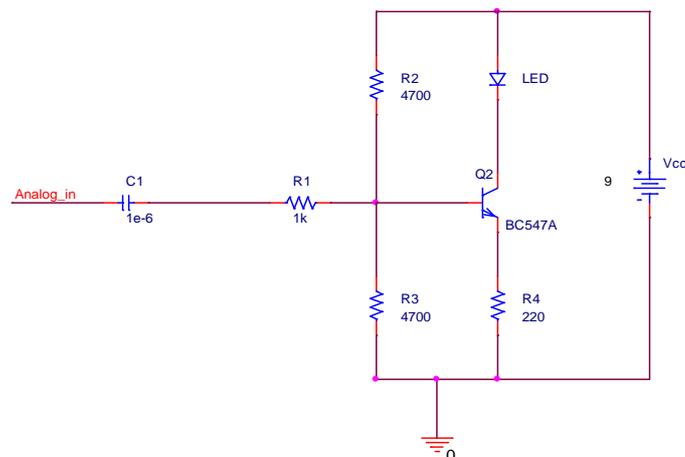
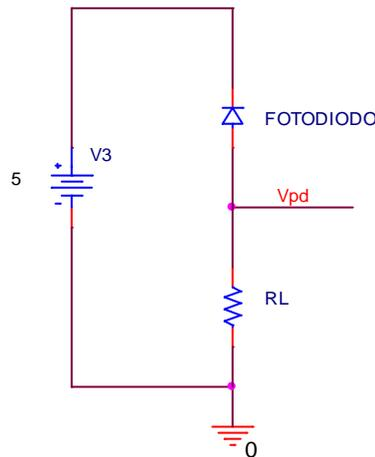

Figura 1.- Circuito emisor con el LED IF-E96
Figura 2.- Esquema del receptor con el fotodiodo IF-D91
NOTA IMPORTANTE: tanto el circuito emisor dado por la Figura 1 como el circuito receptor dado por la Figura 2 serán igualmente utilizados en la Práctica 3 de esta asignatura. Por tanto, se recomienda que dichos circuitos no los desmonte al finalizar esta práctica. **Podrá usarlos para la Práctica 3 si lo desea.**
En este apartado se va a caracterizar tanto el circuito emisor como el circuito receptor. El circuito que usted deberá montar para la parte del emisor (LED) se muestra en la siguiente figura (Figura 1) y constituye el circuito-*driver* de polarización del LED. Como puede comprobar, además de la polarización en DC del LED, una señal analógica (senoidal, por ejemplo) externa se puede aplicar a través de la entrada ANALOG_IN. Esta señal externa se podría conectar a través del condensador C5 actuando éste como bloqueo de componentes de continua procedentes de dicha entrada. Sin embargo usted no utilizará esta entrada para esta práctica aunque se utilizará en una práctica posterior.
- a) Monte el circuito de la Figura 1. Realice el montaje de manera clara y ordenada pues hay que realizar varias medidas a lo largo de la sesión y el desorden puede llevar a algún mal contacto y a la destrucción del dispositivo LED. **Tenga especial cuidado con la polaridad de los terminales del LED y cómo ha de conectarlos según la Figura 1.**
En la siguiente figura (Figura 2) se muestra el circuito receptor que usted deberá montar. Como puede comprobar consta de dos elementos: un fotodiodo (modelo IF-D91 de Industrial Fiber Optics) y una resistencia de carga. Esta última permite realizar una conversión eléctrica de corriente a voltaje (conversión I-V).
- b) Monte el circuito de la Figura 2. Realice el montaje de manera clara y ordenada pues hay que realizar varias medidas a lo largo de la sesión y el desorden puede llevar a algún mal contacto y a la destrucción del fotodiodo. **Tenga especial cuidado con la polaridad de los terminales del fotodiodo y cómo ha de conectarlos según la Figura 2.**